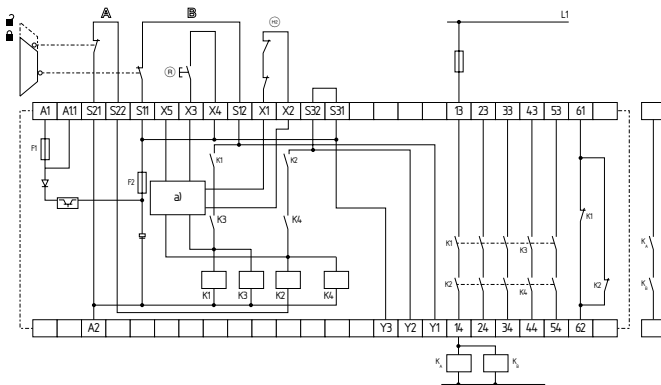

Abb. 5
Zweikanalige Ansteuerung, dargestellt am Beispiel einer Schutzüberwachung mit zwei Kontakten A und B, davon mindestens ein Kontakt zwangsöffnend; mit externem Reset-Taster (R) (Abb. 5)